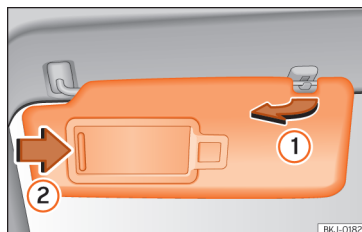

Fig. 81 Pala do sol.
- A pala do sol pode ser puxada para fora da fixação e ser virada para a porta »» Fig. 81 ①.